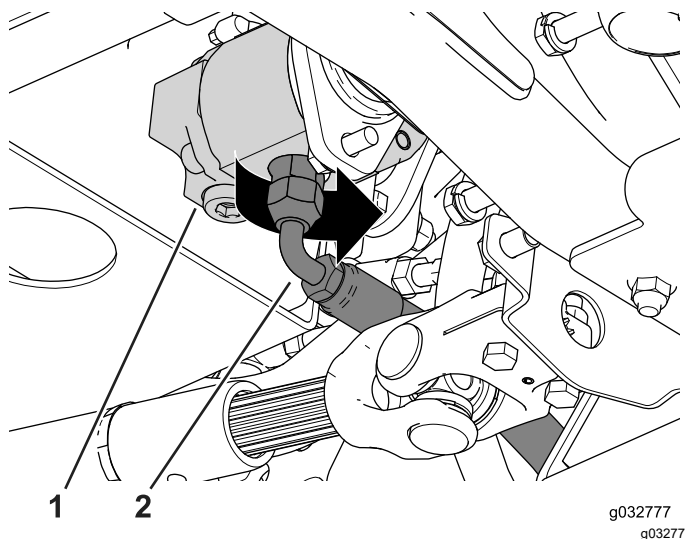

Figure 122
3. Alignez les trous de boulon afin de pouvoir installer et serrer légèrement les boulons et les entretoises sur le côté droit de la machine (**Figure 122**).
2. Desserrez le raccord du flexible d'alimentation qui est branché à la pompe à engrenages et tournez-le flexible vers le côté droit de la machine (**Figure 122**).